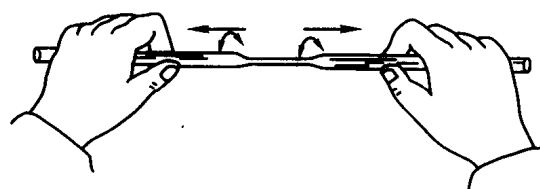

图 1-11 拉制毛细管
(4) 毛细管的拉制 取一支干净的细玻璃管（直径约 1 cm、壁厚约 1 mm）放在喷灯上加热，火焰由小到大，同时不断均匀地转动玻璃管，当玻璃管被烧黄软化时，立即离开火焰，两手水平地边拉边转动，开始拉时要慢一些，然后再较快地拉长，直到拉成直径约为 1 mm 的毛细管（图 1-11）。把拉好的毛细管按所需长度的两倍截断，两端用小火封闭以免贮藏时有灰尘和湿气进入。使用时，从中间截断，即可做熔点管和沸点管的内管。若拉成直径为 0.1 mm 左右的毛细管，可用于制作层析点样管。